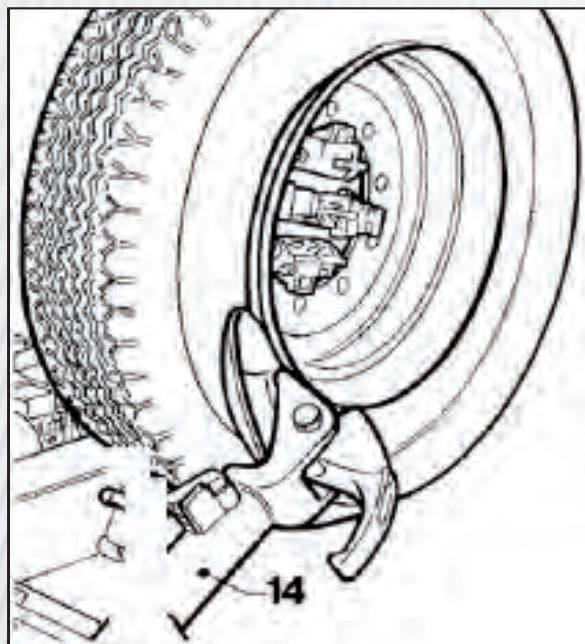
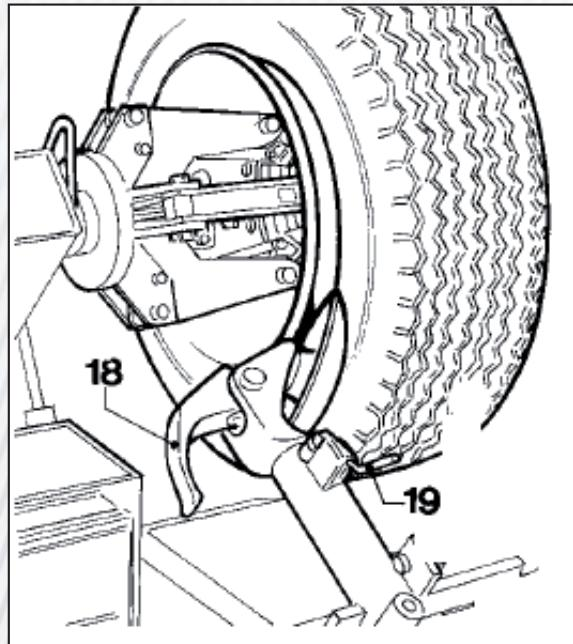

Рисунок 14
Рисунок 15
- 3) Установите кронштейн съемного рычага покрышки 14 (рис. 14) в рабочее положение и дайте ему зафиксироваться.
- 4) При помощи переносного блока управления маневрируйте колесом до тех пор, пока внешняя часть обода не появится из-за диска (рис. 14).
- 7) Отведите кронштейн съемного рычага покрышки 14 (рис. 14) в сторону и установите его в не рабочее положение, отжав его установочную рукоятку, затем переведите его во второе рабочее положение (рис. 15).
8) Нажмите на рукоятку установки съемного рычага 19 (рис. 15) и поверните головку рукоятки на 180°, пока он автоматически не зафиксируется.
**Примечание:** Чтобы лапка 18 (рис. 15) не мешала, ее можно наклонить.